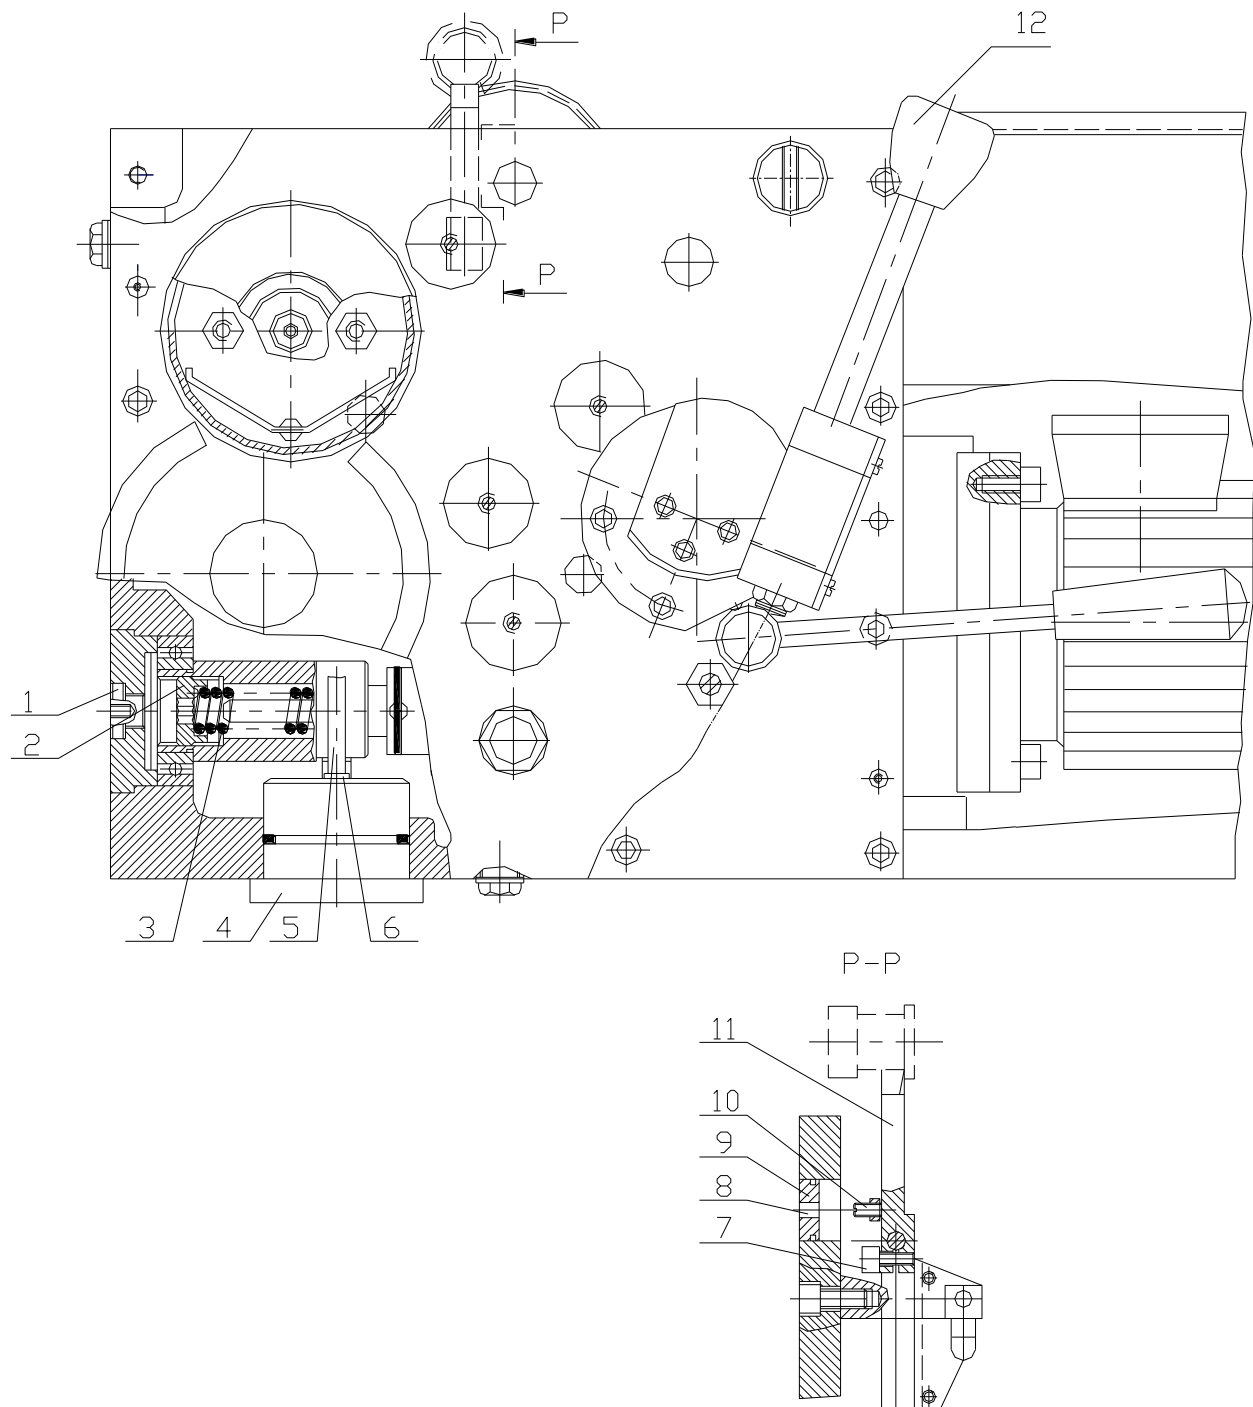

Fig.15.11
Die Schrauben und die Mutter (am Schraubenstift), die den Spindelkasten zum Bett befestigen, lösen. An der hinteren Seite des Bettes sind zwei Einstellschrauben 1 und 2 (Fig.15.11), den Spindelkasten berühren. An der vorderen Seite des Bettes, unter dem Spindelkasten ist eine feste Achse montiert und der Spindelkasten kann um diese Achse herum schwenken. In Abhängigkeit von der Schwenkrichtung, die gegenstehende Schraube (Pos.1) lösen und die Schraube 2 anziehen, bis die Spindelachse parallel zu den Bettführungen wird. Mit einem Messdorn in der Spindel und einem Messuhr auf dem Support wird die Abweichung von der Parallelität gemessen. Wenn das Messergebnis befriedigend ist, die Einstellschraube 1 festziehen, und danach die Schrauben und Mutter, die den Spindelkasten zum Bett befestigen, auch festziehen. Mit dem Messuhr wieder prüfen, ob die gewünschte Einstellung ausgeführt ist. Die Prozedur kann man wiederholen, bis die gewünschte Geradheit erreicht (d.h. zylindrische Oberfläche).
15.11. Positionseinstellen des Handgriffs zum Abtrennen des betriebssicheren Handrads beim automatischen Planvorschub . (Fig.15.11)
15.12. Sicherheitsmechanismus für den Supportkasten (Fig.15.11)